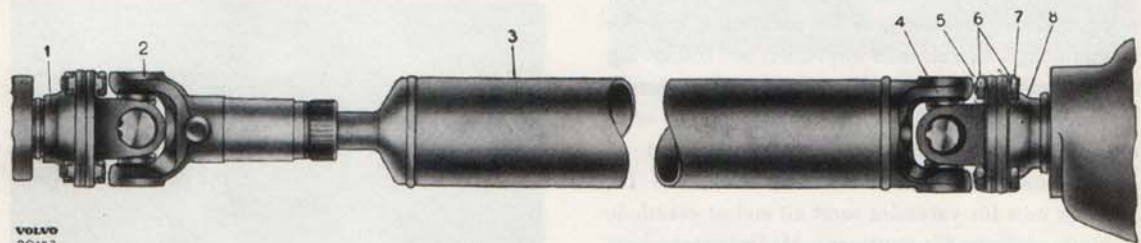

Bild 1. Kardanaxel, tid. utf.
1. Lyft upp vagnen och sätt bockar under fram- och bakaxeln. Lossa klammerna (4 bild 1 a) som håller bakre kardanknuten vid bakaxelns medbringare (12). På kardanaxeln av sen. utf. (bild 1 b) lossas skruvarna i medbringarflänsen efter att låsningarna för skruvar och muttrar avlägsnats. Vik undan låsbrickan och lossa muttern (8). Drag ut kardanaxeln bakåt.
Kardanknutar monterade på tid- eller sen. utf. av kardanaxel toges isär principiellt på samma sätt. Lägg dock märke till, att kardanaxel av sen. utf. är försedd med kardanknutar, som har två medbringargafflar från vilka axelkorset skall lossas. Detta gäller även för den mellersta kardanknuten på kardanaxel av tid. utf. Se bild 1 a och b.
1. Tag bort låsringen (10 bild 1 a och b) som håller nållagren i gafflarna, se bild 5. Tag bort smörjnippeln i axelkorset.
1. Pressa stödlagret (7 bild 1 a och b) i hållaren med ring SVO 4081, se bild 4. Sätt skyddsplåt, stödlager, tryckbricka och låsbricka på främre kardanaxeln.
2. Sätt mutter (8), bricka och filtpackning på splinesaxeln, se bild 9. Smörj splinesaxelns glidytor med ett tunt lager molybdendisulfid (saluföres under olika varunamn). Montera samman främre och bakre kardanaxeln. Vid hopsättningen är det viktigt att gaffeln på främre kardanaxeln och gaffeln på splinesaxeln kommer i samma plan, se bild 1 a och b.
Jämför med anvisningar för hopsättning och montering. Jämför knutarnas inbördes läge med bild 1 a och b.
Kardanaxeln på PV 444 t.o.m. chassinr 2505 är odelad och av rörtyp. Kardanaxeln är försedd med två knutar av fabrikat Spicer med nållager, bild 1.